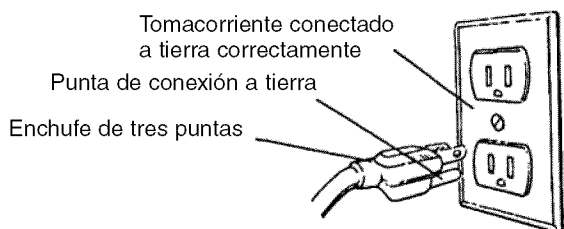

Figura 10 – Receptáculo de 3 Puntas
- La herramienta está equipada con un cordón de 3 conductores aprobado, con una capacidad de 150 V y con un enchufe tipo conexión a tierra de tres puntas (vea la Figura 10), para proteger al usuario contra los peligros de sacudidas eléctricas.
- El enchufe de conexión a tierra debe enchufarse directamente en un receptáculo tipo conexión a tierra de 3 puntas, instalado correctamente y conectado a tierra, tal como se muestra (Figura 10).